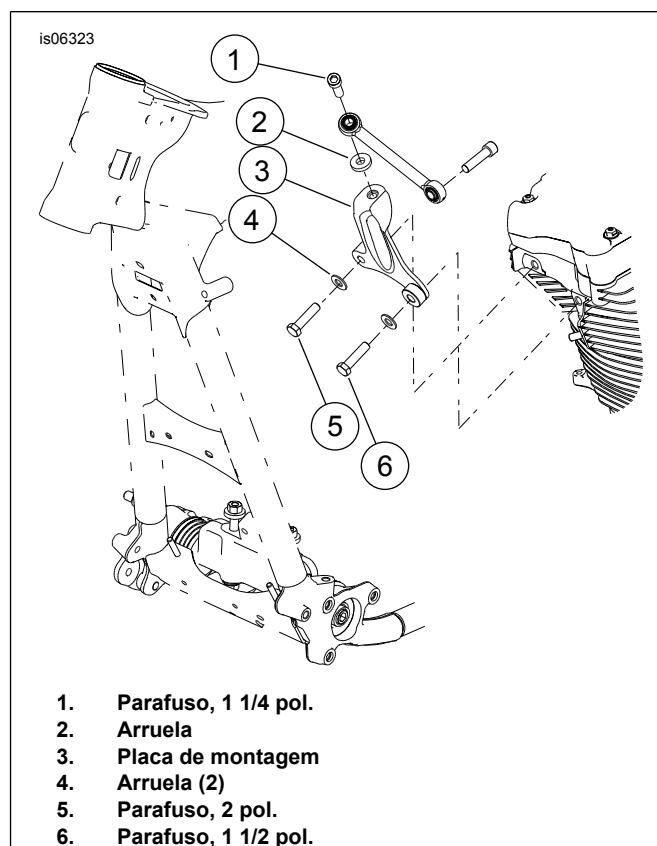

Figura 2. Remova o suporte de montagem do motor dianteiro.
1. Veja Figura 2. Remova o parafuso (1) e a arruela (2) do lado direito da conexão estabilizadora dianteira. Guarde o parafuso e a arruela para reutilização.
2. Permanecendo do lado esquerdo da motocicleta, remova os dois parafusos hexagonais (5 e 6) e as arruelas lisas (4) para liberar o suporte de montagem superior do motor (3) do cabeçote do cilindro dianteiro.
3. Aplique algumas gotas de Loctite 272 nos novos parafusos do kit. Do lado esquerdo da motocicleta, use um pedaço de madeira de 91,4 cm (3 pés) de comprimento e 50,8 x 101,6 mm (2 x 4 pol.) como alavanca. Insira o lado plano da madeira entre o tubo inferior esquerdo da estrutura e o cilindro dianteiro. Use pressão suficiente para mover o motor ligeiramente para a direita e instale o parafuso longo (5) e a arruela (4) no lado direito inferior do suporte. Remova a madeira de 50,8 x 101,6 mm (2 x 4 pol.) e instale a arruela e o parafuso curto (6) no lado esquerdo. Aperte os parafusos com torque de 40,6–47,4 N·m (30–35 ft-lbs).
4. Aplique algumas gotas de Loctite no parafuso (1) e instale-o junto com a arruela (2) na conexão estabilizadora e no suporte de montagem do motor, e aperte-o com torque de 24,4–29,8 N·m (18–22 ft-lbs).